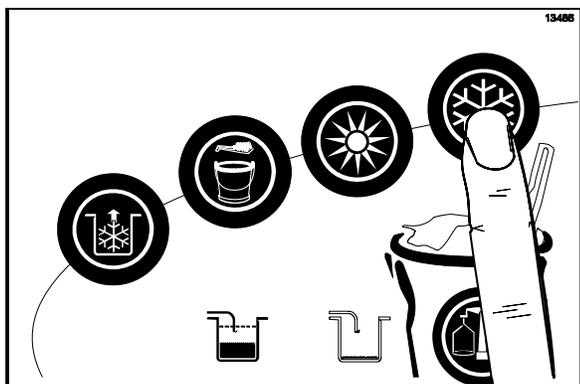

図97
2. AUTO キー  を押し、オート運転を解除します(図97を参照)。